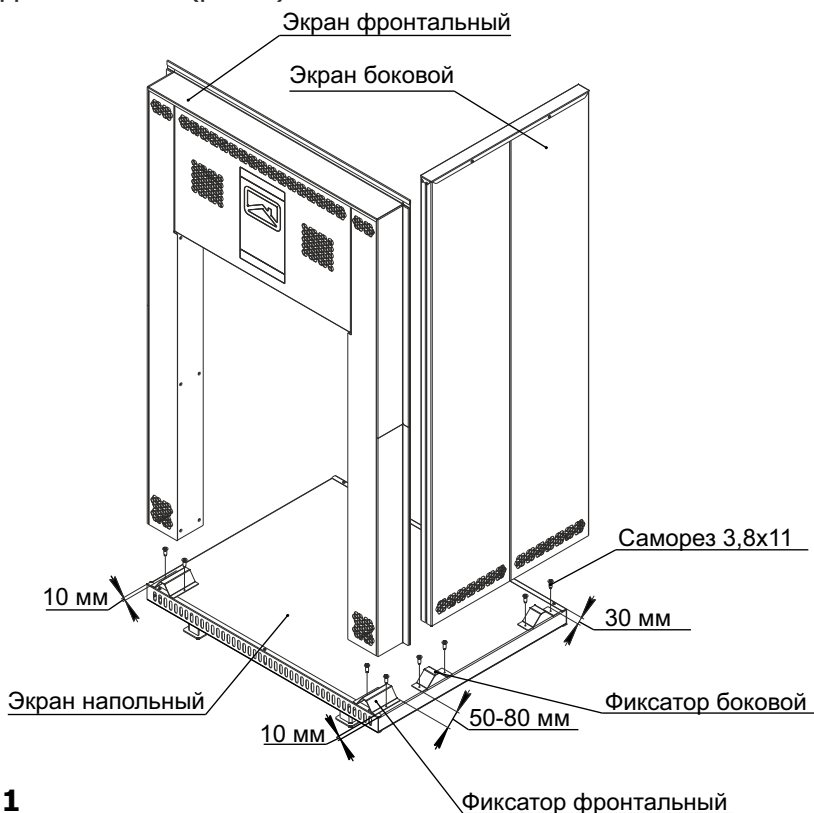

Рис.1
1) На напольный экран установить фиксаторы с помощью саморезов (рис. 1).
2) Установить боковой и фронтальный экраны на напольный экран (рис. 1).